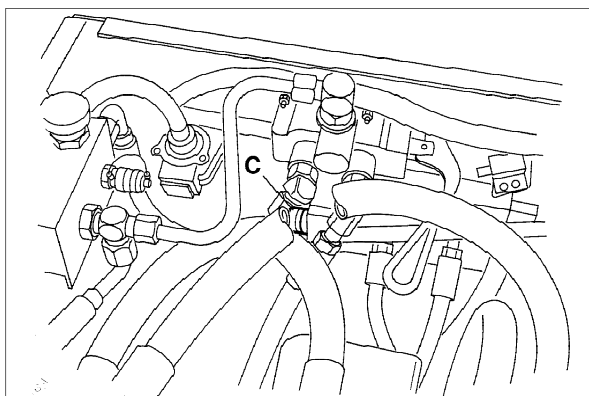

Fig.28
- C Fig.28 - Løfte- og servostyring 86bar. Porten sidder på ventilen under baglæpningsgrebet.
- C Fig.28 - Lyft och servostyrning 86 bar. Porten sitter på ventilen under spaken för inställning av slipläge.
- C Fig.28 - Elevador y dirección asistida 86bar. El puerto se encuentra en la válvula bajo la palanca de lapidado.